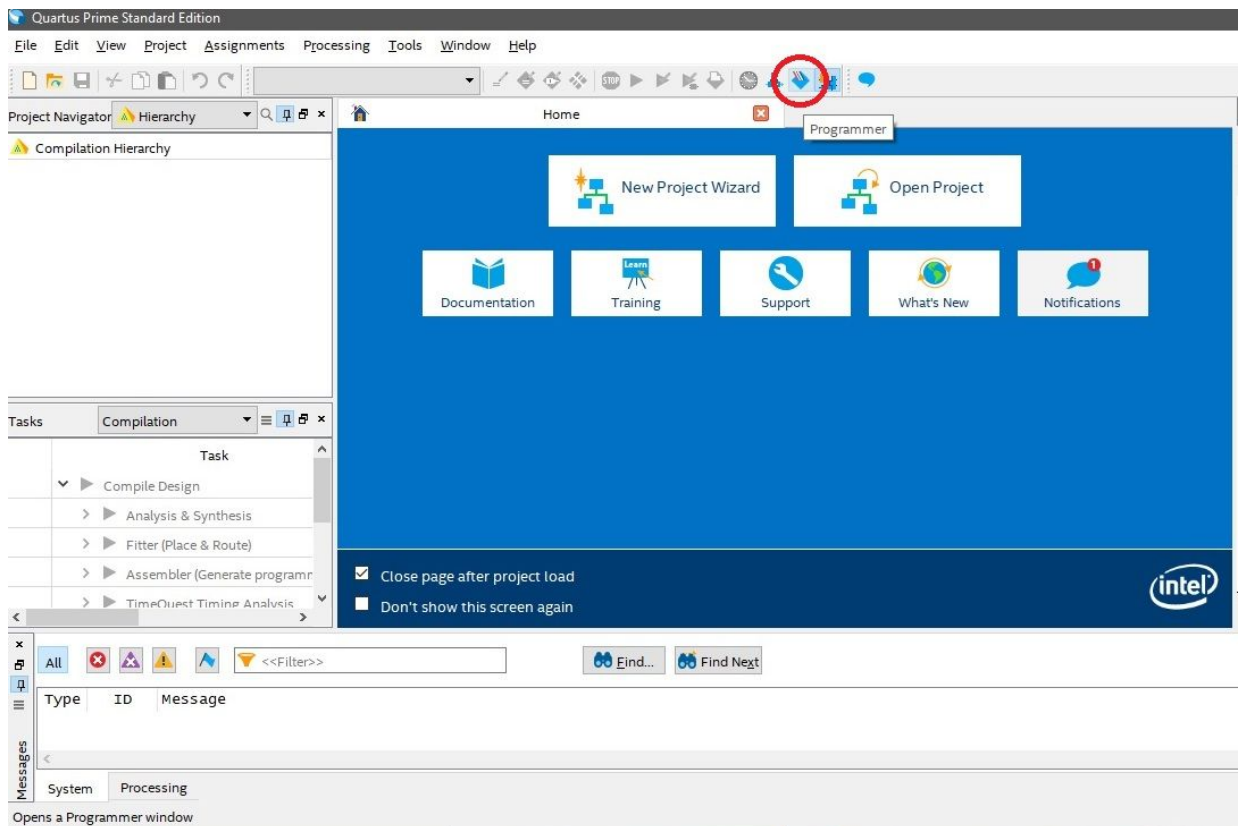

Figura 1: Botão Programmer circulado.
4. Certifique-se de que sua placa esteja ligada e que o cabo USB blaster esteja plugado. No Quartus, clicar no ícone “Programmer” no painel superior, conforme indicado na figura 1. Será aberto uma nova janela.